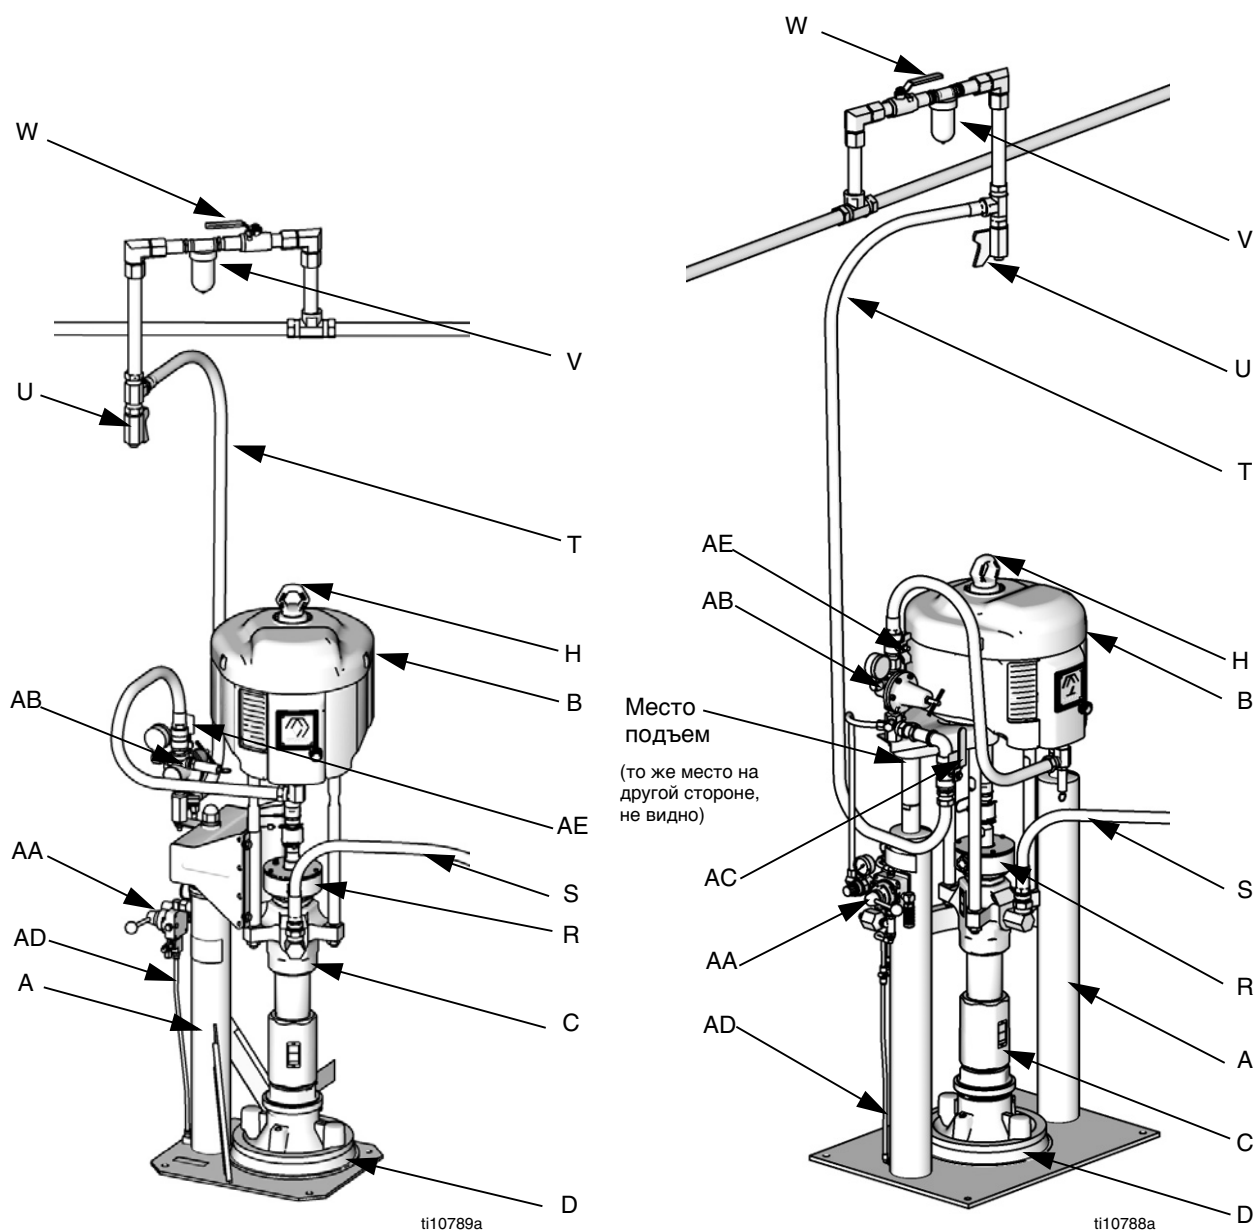
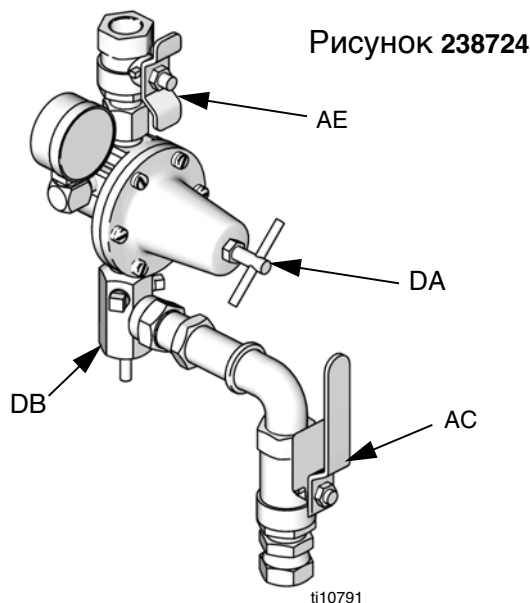
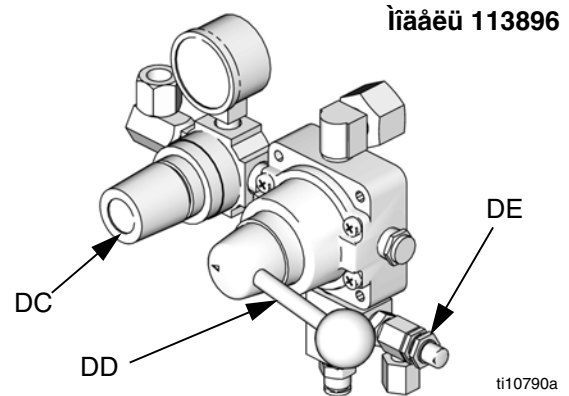

Рис. 5
Рис. 6. Узел регулятора потока воздуха
Рис. 7. Узел пневмоуправления плунжера
См. Рис. 5, Рис. 6 и Рис. 7.
См. Рис. 5.
- Стандартные пневматические элементы управления:** См. Рис. 5 и Рис. 6. Закройте клапан пневмодвигателя (AE) и главный воздушный клапан (AC).
8. Откройте дренажный кран и спускной клапан насоса (P). Подготовьте емкость для слива жидкости.
9. Оставьте спускной клапан насоса (P) открытым до следующего распыления.